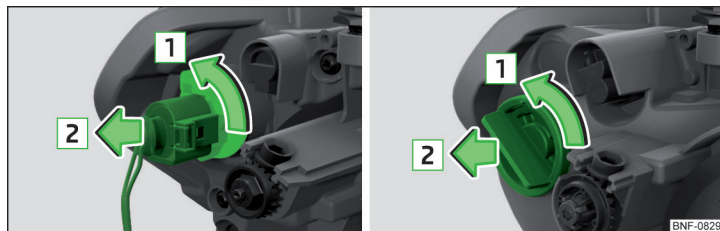

Fig. 177 Cambiar la bombilla para luz intermitente delantera: Variante 1 / Variante 2
- Girar el portalámparas con la bombilla hasta el tope en el sentido de la flecha **1** » fig. 177.